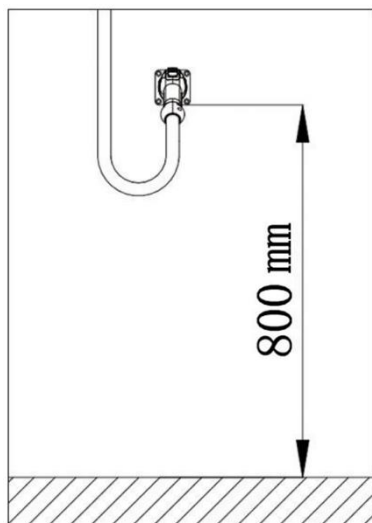

图 3
3.如图 3 所示，在方便合适的位置安装枪座，建议安装离地高度为 800mm。